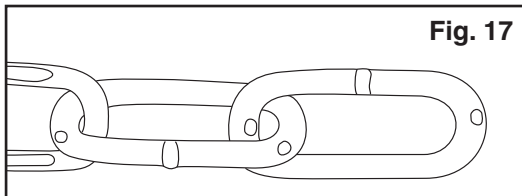
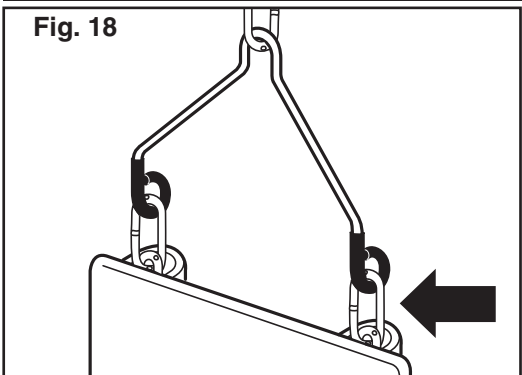

Fig. 17
Fig. 18
2. Place one covered chain onto each harness so that it fits at the top of the V-hanger. Insert uncoated chains to bottom vinyl hooks of V-hanger.(Fig. 17). Crimp harness end closed.
**CAUTION: It is important that you crimp harness ends completely closed before using (see Fig. 18). Place end of harness with hooks on a hard surface and force hooks closed with a hammer or squeeze closed with a pliers until parts are touching.**
2. Coloque una cadena con recubrimiento en cada arnés, de manera que se ajuste a la parte superior del colgadero en V. Inserte cadenas sin recubrimiento en los ganchos inferiores de vinilo del colgadero en V. (Fig. 17). Cierre el extremo del arnés a presión. **PRECAUCIÓN: Es importante cerrar a presión los extremos del arnés de manera tal que queden completamente cerrados antes de usarlo (ver la Fig. 18). Coloque el extremo del arnés con ganchos en una superficie dura y cierre los ganchos con un martillo o con alicates hasta que se toquen las partes. ADVERTENCIA: los ganchos abiertos pueden causar cortes profundos.**
2. Placez une chaîne gainée dans chaque harnais afin qu'elle s'adapte à la partie supérieure du support en V. Insérez les chaînes sans gaine dans les crochets de vinyle de la partie inférieure du support en V (fig 17). Refermez l'extrémité du harnais. **ATTENTION : Il est important de refermer complètement les extrémités du harnais avant d'utiliser l'équipement (voir la fig. 18). Placez les extrémités en crochet des harnais sur une surface dure et fermez l'ouverture à l'aide d'un marteau ou utilisez une pince et serrez jusqu'à ce que les deux parties de l'anneau se touchent. AVERTISSEMENT : Des crochets ouverts peuvent causer des coupures profondes.**